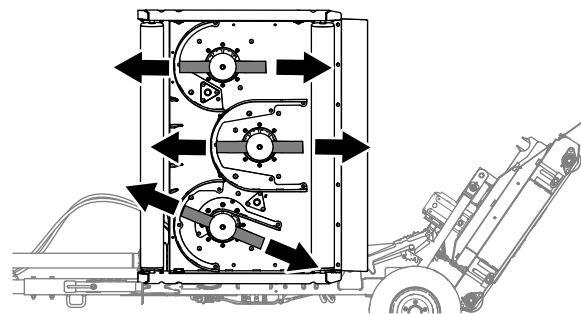

Figura 64
1. Allineate la lama del tosaerba come illustrato nella **Figura 64**.